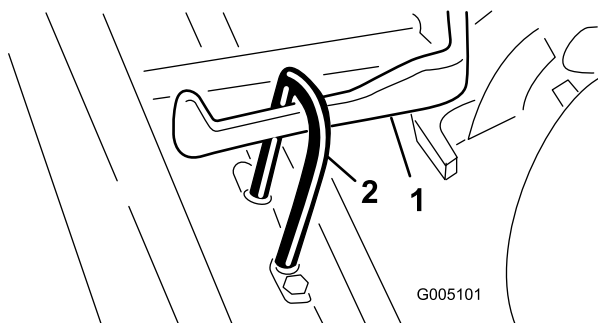

Figura 9
- Fate scorrere l'apparato di taglio sotto il telaio di traino agganciando contemporaneamente il gancio di sollevamento al relativo braccio (Figura 9).